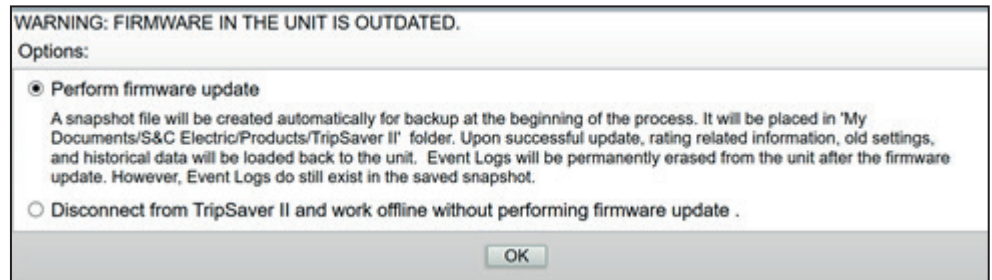

Figura 53. El cuadro de diálogo de Advertencia de actualización del firmware.
**PASO 4.** Seleccione la opción **Tools>Firmware Update (Herramientas> Actualización del Firmware)** en el menú **Principal**, o haga clic en el icono de **Firmware Update (Actualización del Firmware)** en la barra de herramientas de acceso rápido. Si el firmware no está actualizado, aparecerá un cuadro de diálogo. Véase la Figura 53.